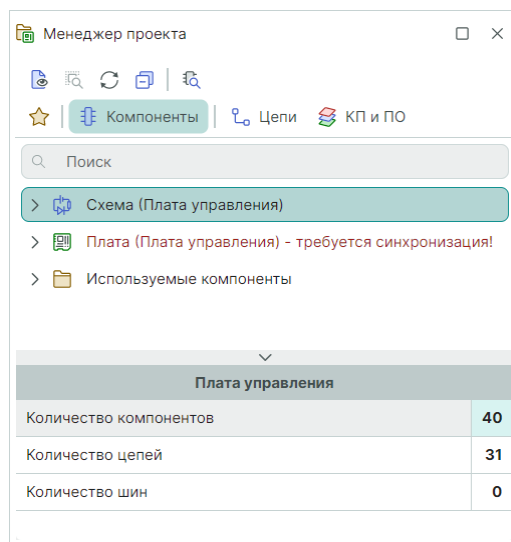

Рис. 293 Синхронизация через открытие платы проекта
1. Откройте плату проекта, см. Рис. 293.